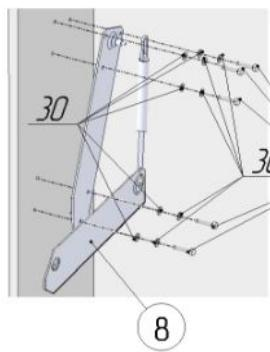

Рис.4.1 Слева
4. Присоединить к боковинам короба механизмы подъёма поз.7 и 8, используя болт M8x25 поз.21, шайбы Ø8 поз.30, шайбы стопорные Ø8 поз.30А (рис.4.1 и 4.2).
**ВНИМАНИЕ!!! ШАЙБА СТОПОРНАЯ Ø8 ПОЗ. 30А ДОЛЖНА НАХОДИТЬСЯ МЕЖДУ ШАЙБОЙ Ø8 ПОЗ.30 И ГОЛОВКОЙ БОЛТА ПОЗ.21 (СМ. РИС. 4.1 И 4.2).**